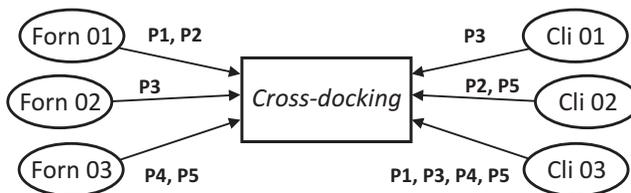

Figura 15: Armazém *Cross docking*
► No **Cross docking**, Figura 15, observe que existem diversos fornecedores produzindo diferentes produtos para serem enviados ao armazém de *Cross docking*. Nesse armazém, os diversos produtos recebidos são fracionados e reagrupados em pedidos de clientes, os quais contêm diversos produtos de diversos fornecedores. A grande diferença desse tipo de armazém é que as cargas não ficam armazenadas nele, todo o processo de recebimento dos produtos de todos os fornecedores se dá na seguinte ordem: os produtos são recebidos, fracionados, reagrupados e despachados para os clientes ao mesmo tempo, não gerando, assim, estoque no armazém. A grande dificuldade desse tipo de armazém é sincronizar a chegada da carga de todos os fornecedores para atender a todos os pedidos dos clientes. Na Figura 15, você pode analisar uma operação realizada entre três fornecedores e três clientes e intermediada por um armazém de *Cross docking*.